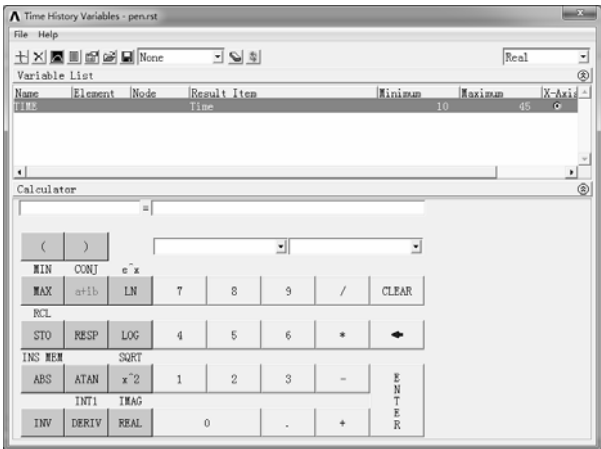

图 7-256 “Time History Variables” 对话框
1) 选择“Main Menu>TimeHist Postpro”命令，弹出“Time History Variables”对话框，如图 7-256 所示。